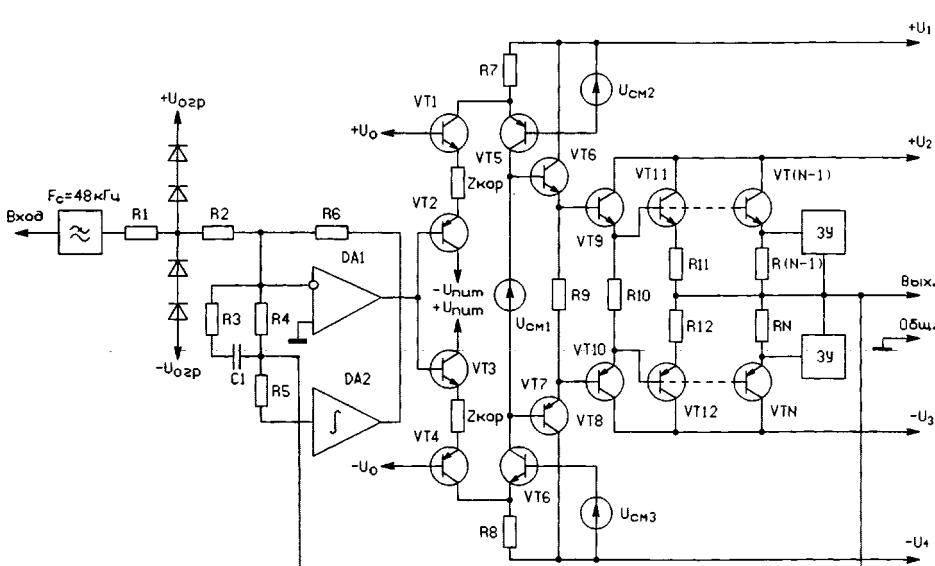

рис.9
В статье **С.Агеева** ("Радио", 10/99) описан **сверхлинейный УМЗЧ с глубокой отрицательной обратной связью**. На отечественных компонентах этот усилитель обеспечивает долговременную мощность до 150 Вт на нагрузке 4 Ом. Усилитель способен работать на комплексную нагрузку, имеет защиту от перегрузки по входу и выходу. Усилитель (**рис.9**) состоит из следующих узлов: входного фильтра нижних частот второго порядка с частотой среза 48 кГц, "мягкого" ограничителя уровня сигнала, собственно усилителя мощности, выходной RLC-цепи, а также каскодов автоматической балансировки по постоянному току и компенсации сопротивления проводов. Кроме того, предусмотрен вспомогательный усилитель сигнала в суммирующей точке УМЗЧ. Элементная база усилителя: в сигнальном тракте каждого канала – три ОУ КР140УД1101, во вспомогательных цепях – КР140УД14(08) и КР140УД23 (по 1 шт.), в предварительных каскадах использованы транзисторы КТ3102 и КТ3107 (по 2 шт.), КТ632 и КТ638 (по 4 шт.), КТ502 и КТ503 (2 и 1 шт.), КТ9115 и КТ969 (по 3 шт.). В ступенях выходного каскада установлены КТ961А и КТ639Е (4 и 5 шт.), а также КТ818Г1 и КТ819Г1 (по восемь транзисторов в плече). В усилителе также использованы диоды серии КД521 или КД522, КД243Б и КД213Б.